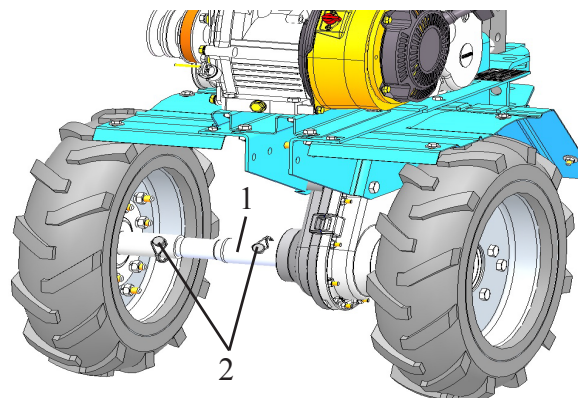

рис. 5
1.2 Установить удлинитель (1) на ось колеса, зафиксировать стопором (2) и обратно установить на левую ось редуктора, зафиксировать стопором (рис. 5).